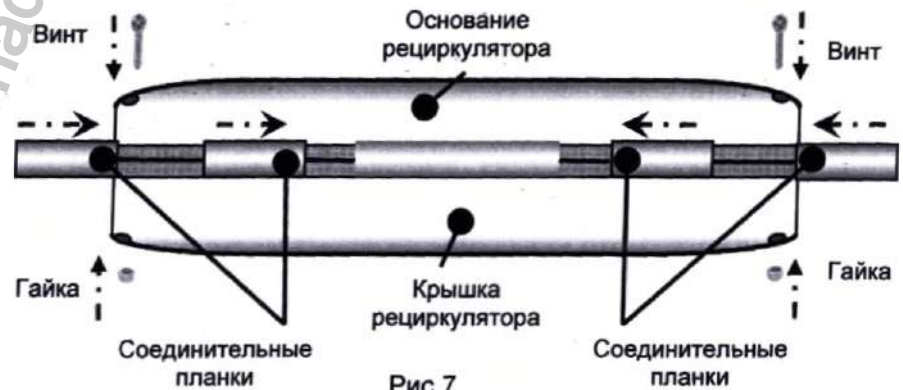

Рис.7
4.5. После проведения технического осмотра или ремонта рециркулятора убедиться, что верхняя защитная решетка зафиксирована самонарезающим винтом (саморезом) (Рис. 7).
- Совместить крышку с основанием рециркулятора и зафиксировать при помощи соединительных планок (рис.7).
- Установить винты, соединяющие крышку и основание, и зафиксировать их гайками (рис.7).